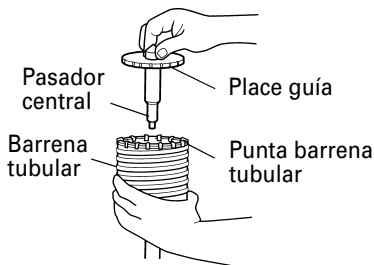

Fig. 15
- (3) Insertar el pasador central en la placa guía hasta que se pare.
- (4) Unir la placa guía con la barrena tubular y girar la placa guía hacia la izquierda o hacia la derecha de forma que no se caiga a pesar de estar indicando hacia abajo. (Fig. 15)